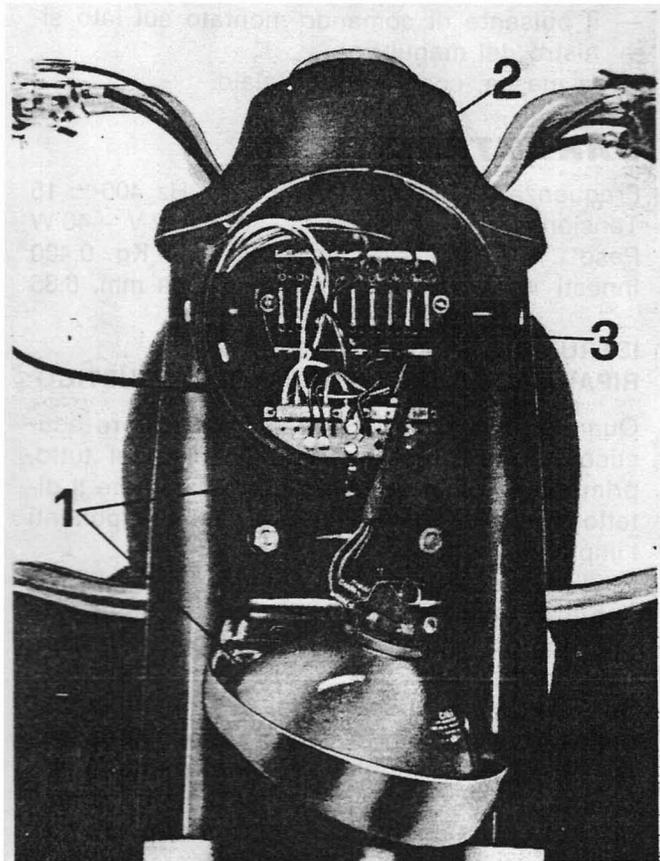

Fig. 115
FARO ANTERIORE (vedere fig. 115).
VALVOLE DI PROTEZIONE DELL'IMPIANTO ELETTRICO (FUSIBILI) (vedere 3 di fig. 115)
Le valvole sono poste sulla morsettiere del faro, per accedere alle valvole, occorre svitare la vite (1) che tiene la ghiera del gruppo ottico e sfilarla dall'orecchietta superiore (2) (vedere fig. 115).